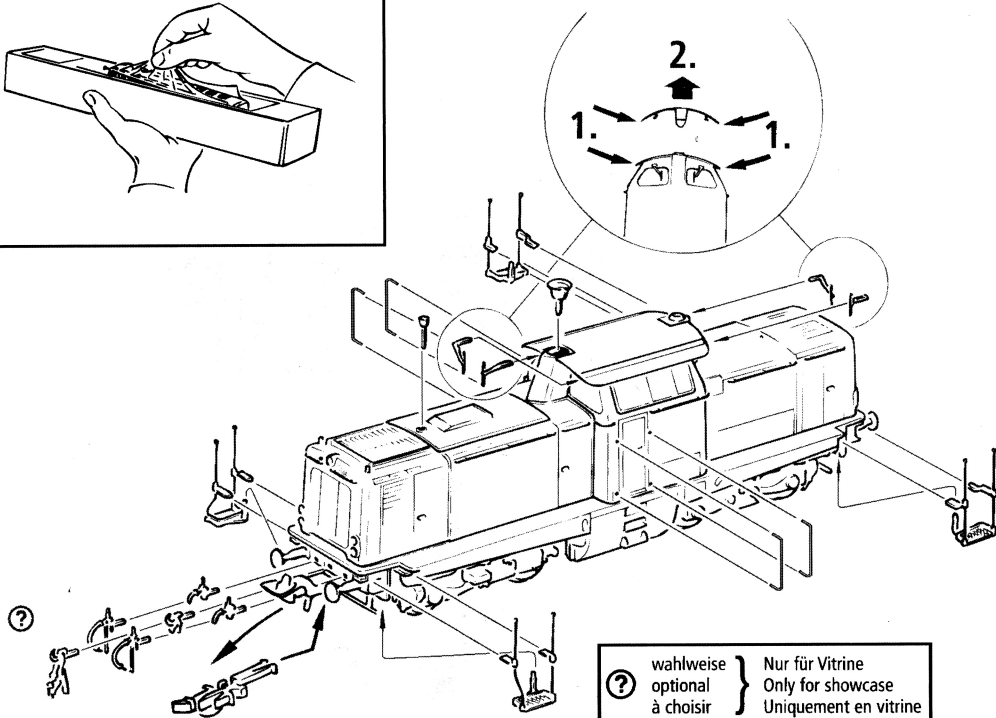

Fig. 4
3. Haftreifenwechsel: Zuerst die Drehgestellblende abnehmen (Fig. 4). Danach den **Radsatz** herausnehmen und die **Haftreifen** mit einer Nadel od. mit einem feinen Schraubendreher abziehen (Fig. 8). Beim Aufziehen der neuen Haftreifen darauf achten, dass diese sich nicht verdrehen.
Dé- montez d'abord **les flancs de bogies** des en-grenages (fig. 4). Délogez ensuite les essieux bandagés et enlevez, à l'aide d'une aiguille ou d'un tourne-vis fin, les bandages d'adhérence (fig. 8). Lors du montage des nouveaux bandages veuillez veiller à ce que les bandages **ne soient pas tor-dus**.
voir } Fig. 4
3. Change of traction tyre: Remove the bogie blind (fig. 4). Take out **wheel set** and remove **traction tyre** using a pin or a fine screwdriver (fig. 8). When pressing on the new traction tyre please **avoid twisting it**.